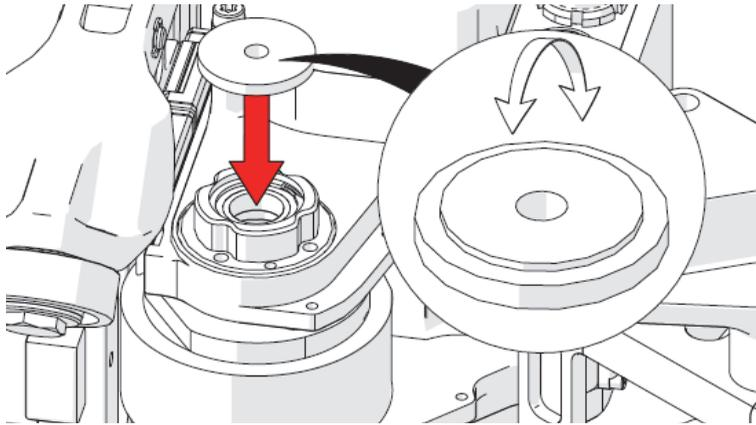

图2-18 将垫圈放在轴承座上
20. 将轮子拉拔器上的垫圈放在倒置的轴承座上，确保垫圈的肩部朝下插入轴承座中（参见第95页的图2-18）。